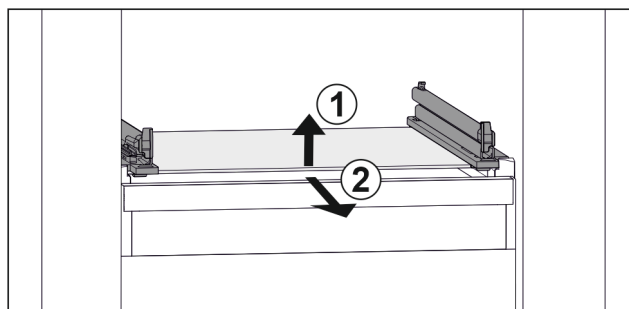

Fig. 61 Vejledende visning af glaspladen
- ▶ Løft glaspladen foran. Fig. 61 (1)
- ▶ Tag glaspladen ud fremefter. Fig. 61 (2)